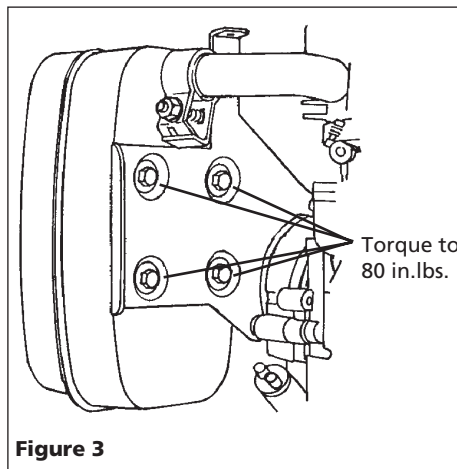

Figure 3
8. Coat four (4) muffler mounting screws with anti-seize compound. slide muffler inlet onto exhaust pipe and install four (4) muffler mounting screws (See Figure 3).
8. Enrober les quatre (4) vis de fixation du silencieux avec un composé antigrippage. Glisser l'arrivée du silencieux sur le tuyau d'échappement et monter quatre (4) vis de fixation de silencieux (Voir Figure 3).